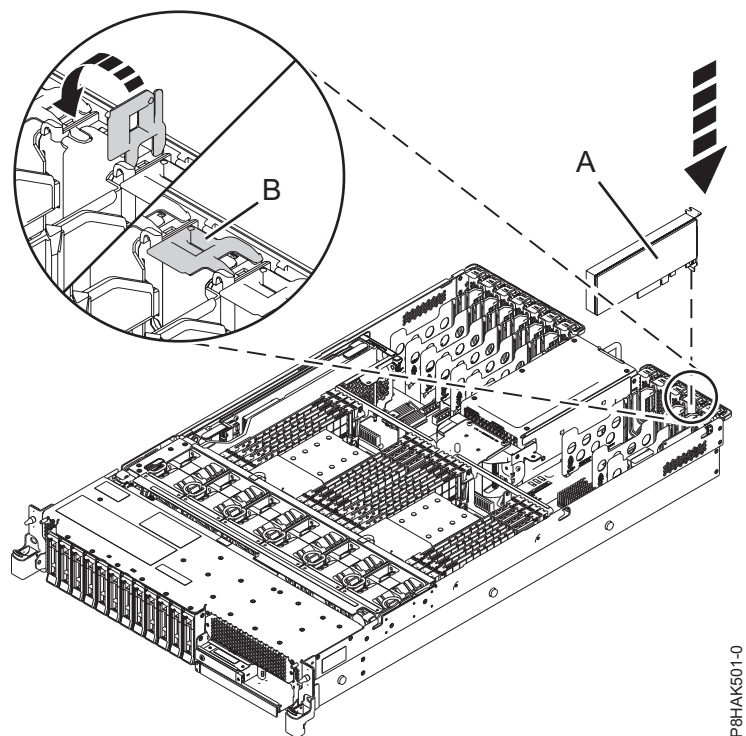
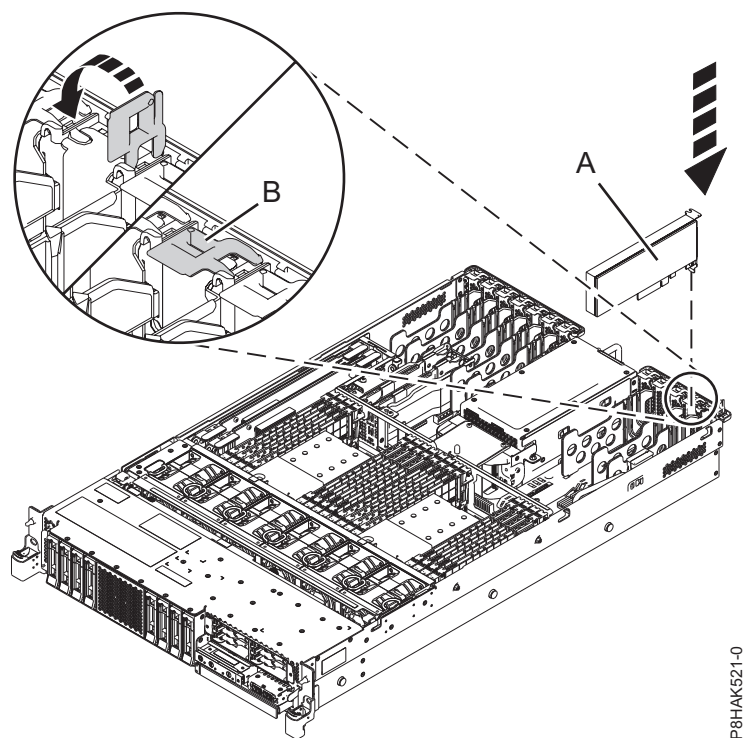

Figura 29. Substituir um adaptador PCI numa unidade do sistema instalada em bastidor
Figura 30. Substituir um adaptador PCI num sistema função expandida montado em bastidor
6. Se a patilha do adaptador (B) na ranhura alvo não estiver na posição aberta, puxe a patilha para a posição aberta ao rodar a patilha para fora do respectivo clip na parte posterior do sistema, como demonstrado em Figura 29 na página 49 e Figura 30 na página 49.
7. Agarre cuidadosamente o adaptador pela respectiva aresta superior ou contraponto e alinhe o adaptador com a ranhura e o respectivo conector no painel posterior do sistema (A), conforme demonstrado em Figura 29 na página 49 e Figura 30 na página 49.
9. Para bloquear o adaptador na respectiva ranhura, rode a patilha do adaptador (B) na direcção demonstrada em Figura 29 e Figura 30.